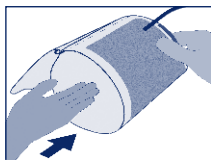

Figure 1
- Enfilez le brassard sur le haut du bras, jusqu'à ce que le bord inférieur du brassard se trouve à 2-3 cm du coude (Figure 1, Figure 2).